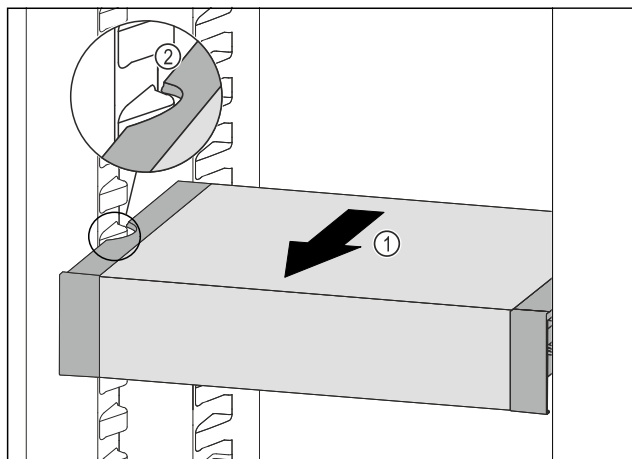

Fig. 92
- VarioSafe naar voren trekken Fig. 92 (1), tot de uitsparingen aan de zijkant van de VarioSafe zich ter hoogte van de rib in het koelgedeelte bevinden. Fig. 92 (2)